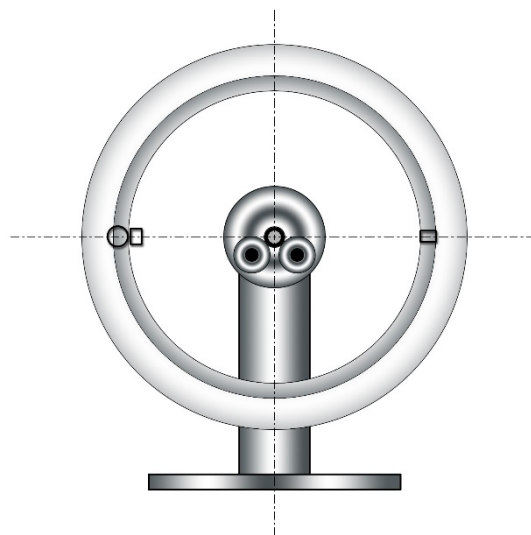

Abbildung 2 Ruhelage neutrale Felge
5. An der leichtesten Stelle wird nun so viel an provisorisches Wuchtgewicht angebracht, dass die Felge sich um ca. 90° dreht. (Abbildung 2 Ruhelage neutrale Felge) Bei einer leeren Motorradfelge sollten höchstens 30 Gramm an Wuchtgewicht notwendig sein. Wenn Sie mehr